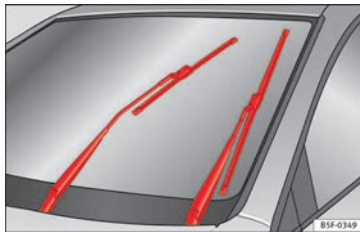

Abb. 170 Scheibenwischer in Servicestellung.
- Die Zündung ein- und wieder ausschalten und anschließend (vor Ablauf von ca. 9 Sekunden) den Scheibenwischerhebel nach unten drücken (Tippwischen). Die Scheibenwischer stellen sich in die Servicestellung »» **Abb. 170**.